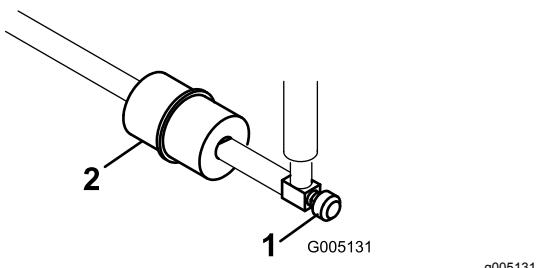

Figura 33
Il filtro del carburante in linea si trova nella linea del carburante tra il serbatoio del carburante e il carburatore (Figura 33).
1. Chiudete la valvola di intercettazione del carburante (Figura 33).
2. Posizionate una bacinella di spurgo sotto il filtro, allentate la fascetta stringitubo sul lato del carburatore del filtro e rimuovete la linea del carburante dal filtro (Figura 33).
3. Allentate l'altra fascetta stringitubo e rimuovete il filtro (Figura 33).